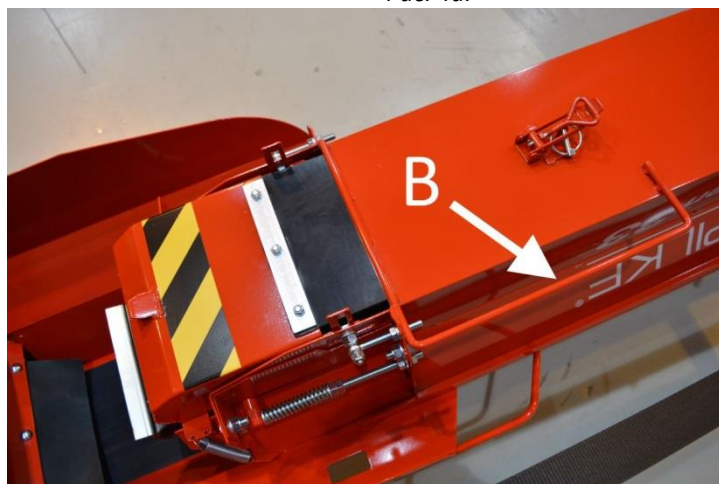

Рис. 4b.
4. Поверните верхнюю часть транспортера в рабочее положение при помощи рукоятки В, показанной на рис. 4b.